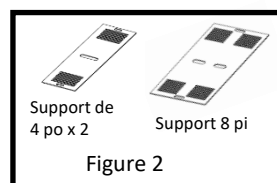

Figure 2
4. Séparer les supports de montage en trois pièces (Fig. 2).